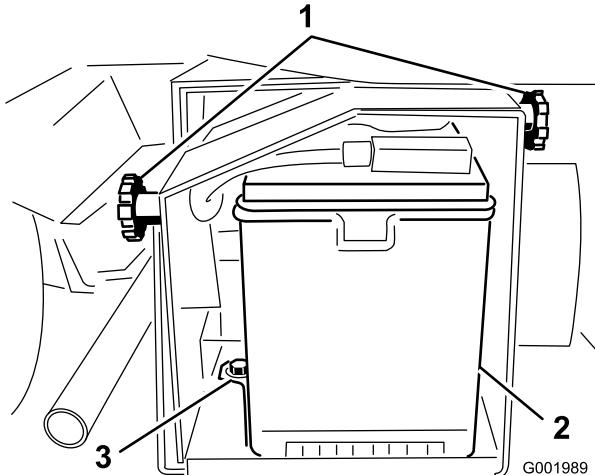

図 57
2. バッテリー・ボックスのノブ(図 57)をゆるめ、カバーを外す。
5. バッテリー・リテーナと固定金具を外す(図 57)。
2. バッテリー押さえを元通りに取り付ける(図 57)。
4. バッテリーカバーを元どおりに取り付けノブで固定する(図 57)。
1. バッテリー・ボックスのノブ(図 57)をゆるめ、カバーを外す。